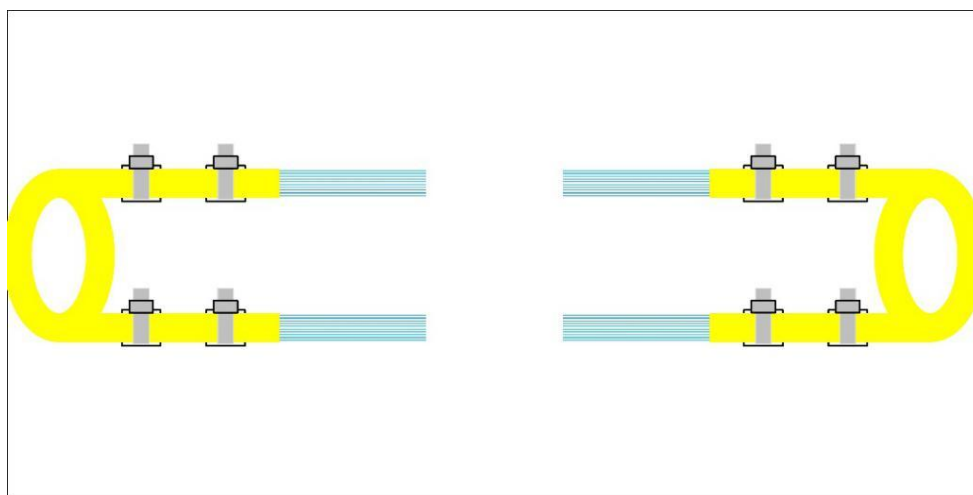

图 2 光缆在台面固定方式
- (1) 准备 5 米长 12 芯单模室内光缆 2 根，如图 2 所示用尼龙扎带和粘扣固定在台面，同时考虑熔接机和工具等位置，方便快速操作。